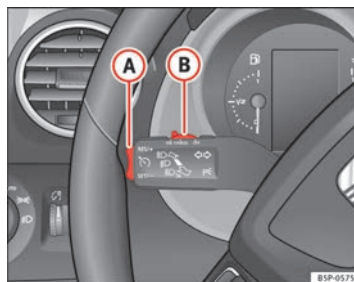

Fig. 149 Leva degli indicatori di direzione e degli abbaglianti: interruttore e tasto di comando del regolatore di velocità
- Spostare verso sinistra l'interruttore ⇒ fig. 149 (A), posizionandolo su **ON**.